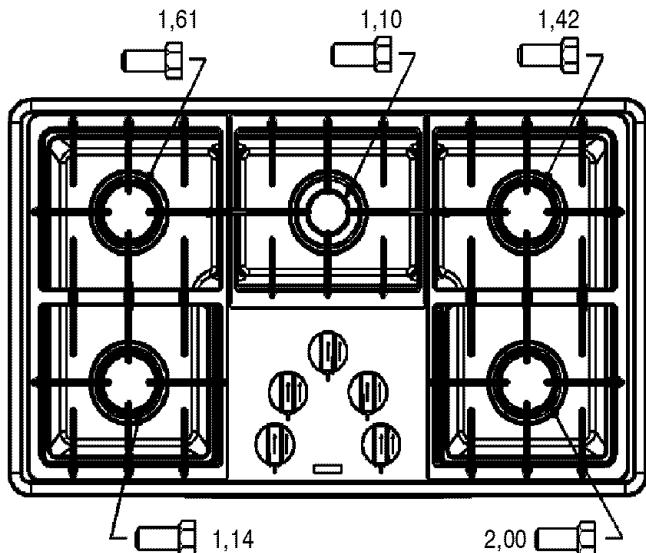

FIGURE 14
- Pour l'étape 4 : Trouver les raccords à orifice montés sur l'appareil à l'origine, avant sa conversion au GPL. Observer le nombre que porte chaque raccord et noter l'emplacement de brûleur correct pour chacun sur les figures 14 et 15.